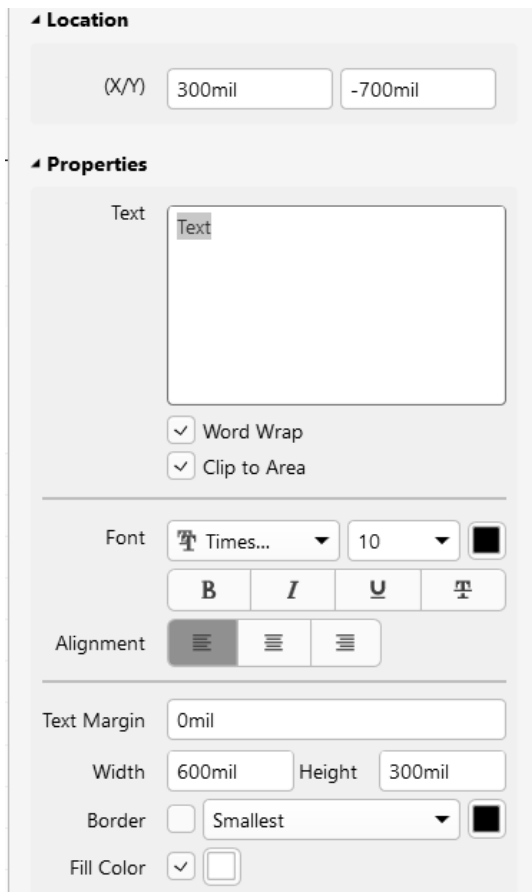

图 3-6 文本框属性编辑面板
- (1) 执行菜单栏中“放置”→“文本框”命令，或单击工具栏中“文本框”按钮，光标变成十字形状，并带有一个空白的文本框图标。
- (2) 将光标移到要放置文本框的位置，单击确定文本框的一个顶点，移动光标到合适位置再单击一次确定其对角顶点，完成文本框的放置。
- (3) 此时软件仍处于放置文本框的状态，重复步骤(2)的操作即可放置其他文本框。右击或按 Esc 键退出操作。
- (4) 设置文本框属性。双击需要设置属性的文本框（或在放置状态下按 Tab 键），系统将弹出相应的文本框属性编辑面板，如图 3-6 所示。